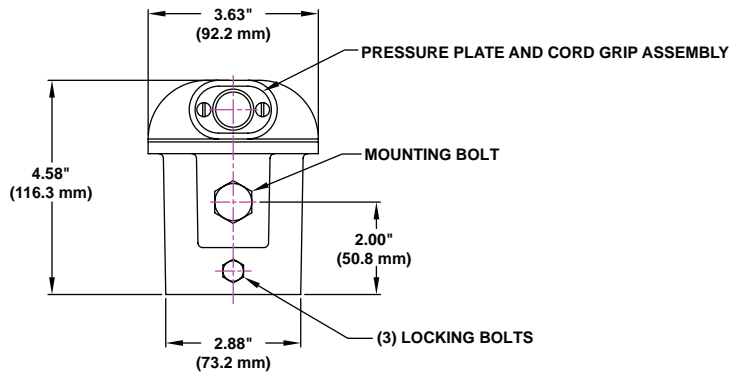

Figure 8: Dispositif d'insertion pour tête de poteau (P/N: G-SF20)
1. Desserrez les deux vis de la plaque de pression pour l'entrée du cordon/câble. Voir Figure 8.
5. Installez le luminaire avec son étrier sur le dispositif d'insertion pour tête de poteau à l'aide du boulon de montage (fourni). Serrez le boulon de montage en place. Voir Figures 8 et 9.